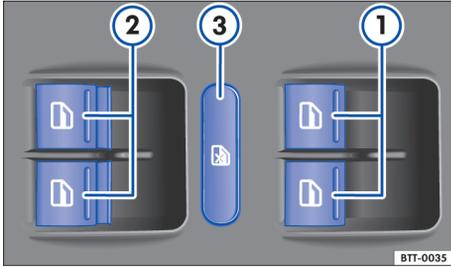

Fig. 33 En la puerta del conductor: teclas de los elevallunas delanteros y traseros.
Leyenda de la fig. 33:
La tecla de seguridad \Rightarrow fig. 33 ③ desactiva las teclas de los elevallunas situadas en las puertas traseras. La desactivación se indica mediante el testigo amarillo de la tecla.